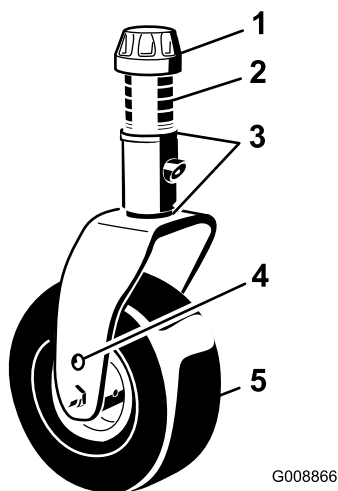

Figure 26
- Ajoutez ou retirez des cales de 3 mm sur la fourche d'une ou de plusieurs roues pivotantes pour que la hauteur de coupe corresponde à celle indiquée sur l'autocollant (Figure 26) ; voir Réglage de l'inclinaison du plateau de coupe (page 58).